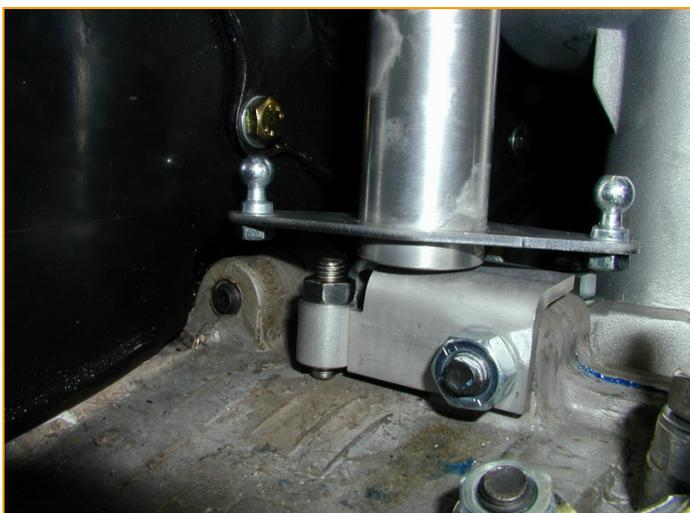

Fig.1
- Hebeln Sie die Kugelköpfe aus den Kugelgelenken und montieren Sie die Kugelköpfe in die beiden Bohrungen der unteren Hebelplatte des Drehbockes und schrauben sie mit Federring und Mutter M5, SW8 fest. Siehe Fig. 1.